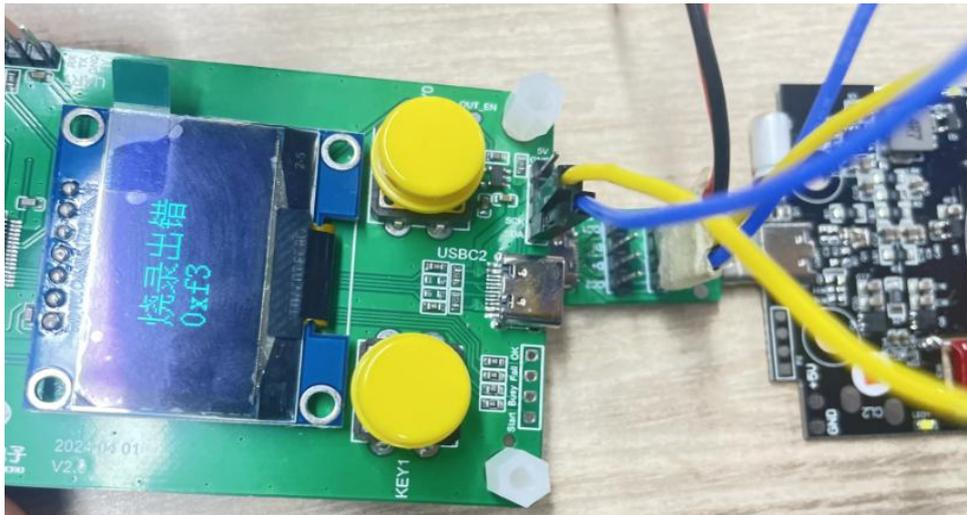

图 11
5.2.3 成品烧录时，若为“Fail”，显示屏会提示烧录出错及不良代码，如图 11 所示；不良代码的实际不良状况可参阅第六节的不良代码注释表。